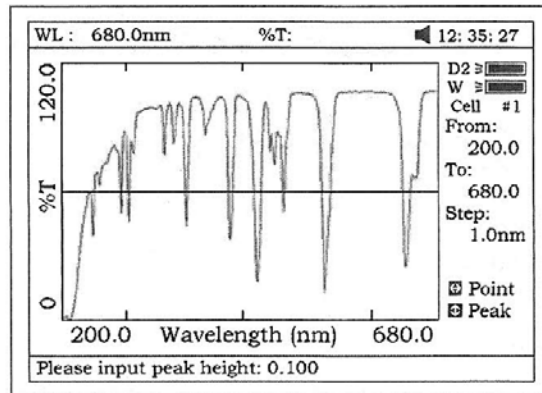
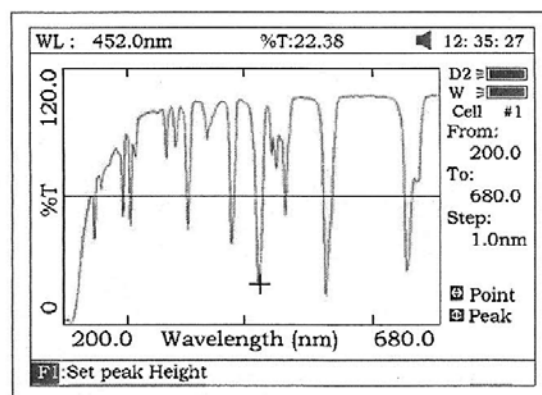

Fig 50
Fig 51
- a) De pico a pico, presione [F1] para colocar “peak height” e ingresar el valor empleando el teclado numérico (Fig 50). Presione [] para buscar el pico de izquierda a derecha y presione [] para buscarlo de derecha a izquierda. El valor de cada pico encontrado será mostrado en pantalla uno a uno (Fig 51).